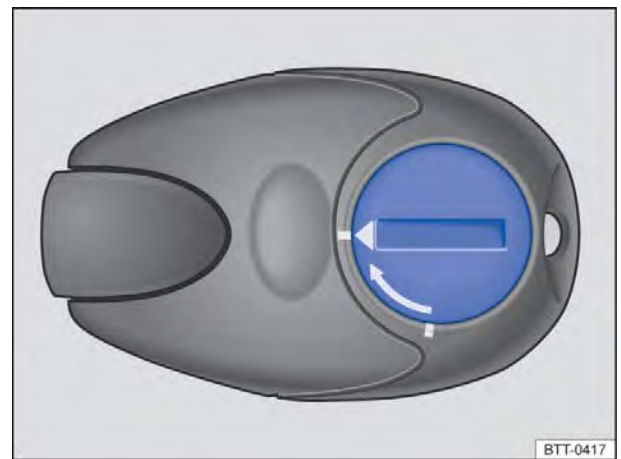

Fig. 188 Aquecimento estacionário: cobertura da bateria do controle remoto.
- Com um objeto plano e sem pontas, por exemplo, uma moeda, gire a ranhura no sentido contrário ao sentido da seta até a marcação para abrir a cobertura ⇒ Fig. 188.